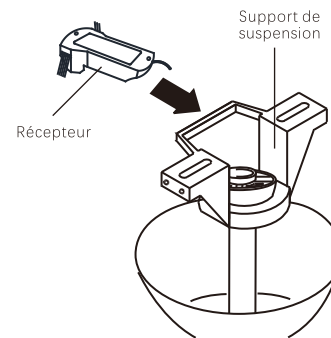

Fig.12
Étape 1. Insérez le récepteur dans le support de montage au plafond, le côté plat du récepteur étant orienté vers le plafond. (Fig.12) Pour de meilleures performances, assurez-vous que l'antenne noire, située à l'extrémité du récepteur, reste déployée et ne s'emmêle pas avec les fils électriques.